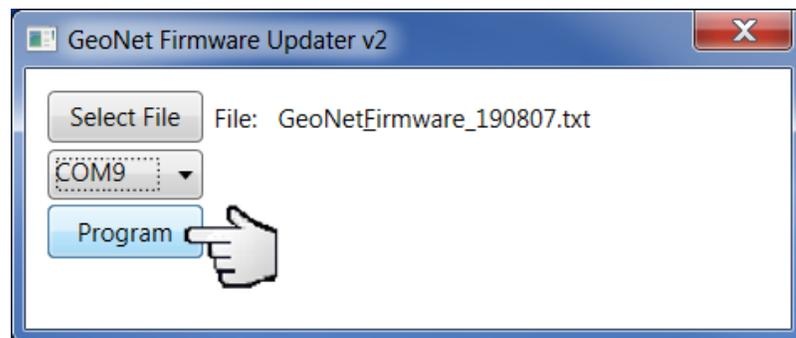

Figure 35 - Update Progress
- 16) Click “Program” (Figure 35).